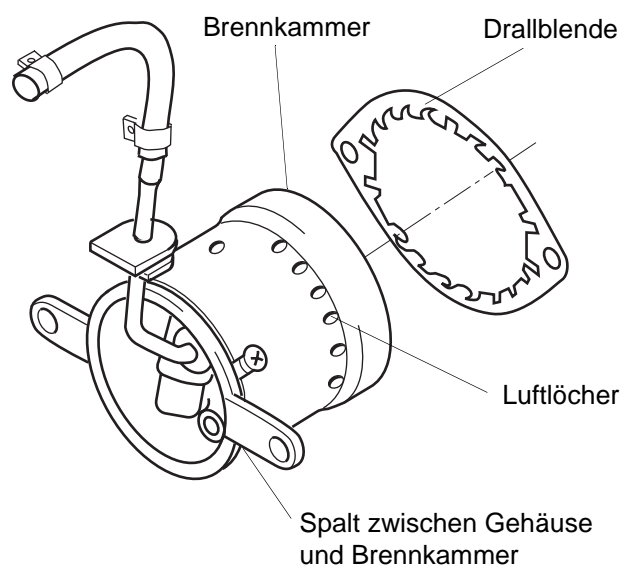

Abb. 505 Sichtkontrolle, kompletter Brenner
- Die Brennkammer (Abb. 505) sollte nicht beschädigt (z. B. verbeult) sein. Eine verbeulte Brennkammer kann zu einer schlechten Verbrennung bzw. Verkoken des Heizgerätes führen.
- Die Luftlöcher (Abb. 505) in der Brennkammer dürfen nicht zugekockt sein. Zugekockte Luftlöcher können ein Nicht-Starten bzw. eine schlechte Verbrennung zur Folge haben.
- Die Verschraubung vom Gehäuse und der Brennkammer (Abb. 505) muss fest sein.
- Das Gehäuse und die Brennkammer (Abb. 505) müssen fest verbunden sein und dürfen kein Spiel haben (Überprüfung durch leichtes Bewegen des Brennstoffrohres).
- Der Abstand (Spalt) zwischen Gehäuserand und Brennkammeroberkante (Abb. 505) muss nicht über den gesamten Umfang gleich sein.